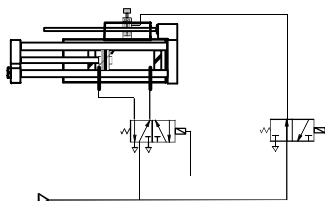

Bild 11
- Använd en gemensam tryckluftskälla för anslutning av ventiler (t ex anslutning enligt Bild 11 med CP.-ventilterminal).